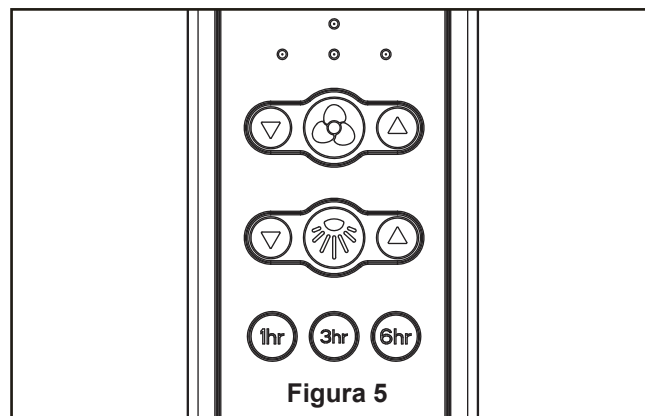

Figura 5
- ☐ 5. Instale la placa de iluminación en el carcasa del interruptor usando las dos ranuras principales de la placa de iluminación. Vuelva a colocar el tercer tornillo y fije los tres tornillos. (Figura 5)
5. Funciones del control remoto: (Figura 5)